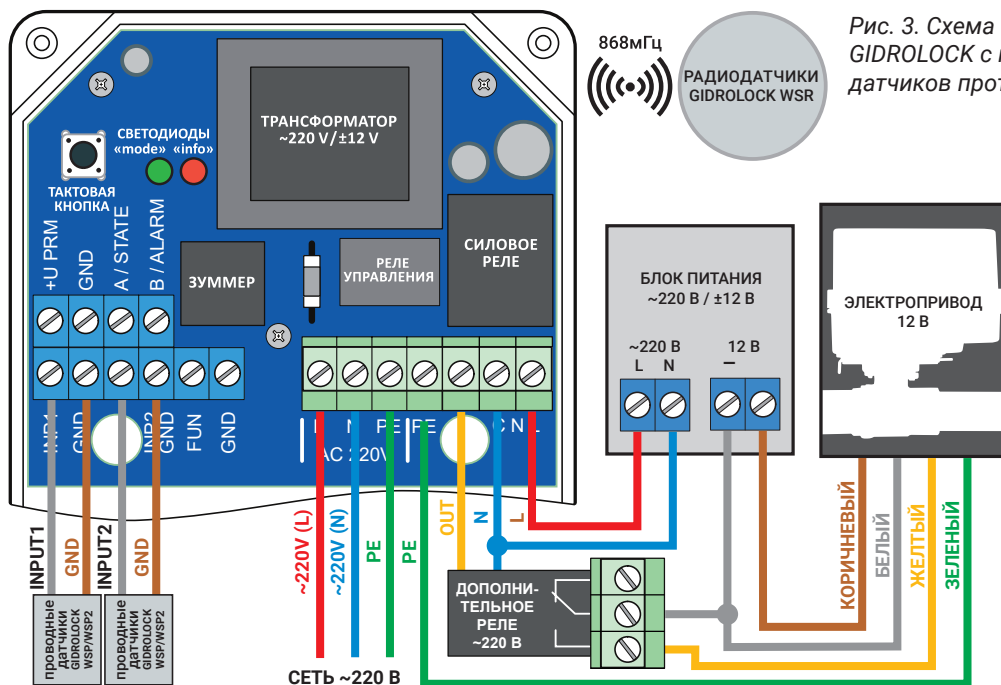

Рис. 3. Схема подключения шарового электропривода GIDROLOCK с напряжением питания 12 В и проводных датчиков протечки воды GIDROLOCK WSP или WSP2.
5.2 Проводные датчики протечки воды WSP подключаются к клеммам: INP1 и GND — первая зона контроля, INP2 и GND — вторая зона контроля (рис. 3 и 4).
5.4 Схема подключения электропривода GIDROLOCK напряжением питания 12В приведена на рис. 3. В этом случае необходимо использовать внешний блок питания (адаптер) ~220 В / ±12 В и дополнительное реле 220 В.